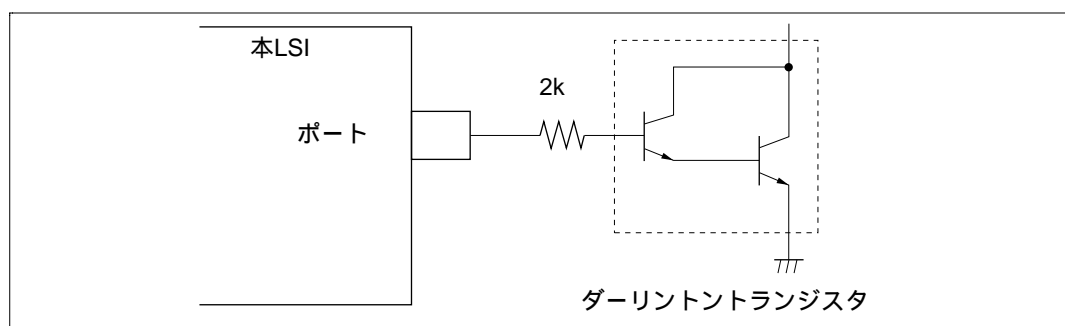
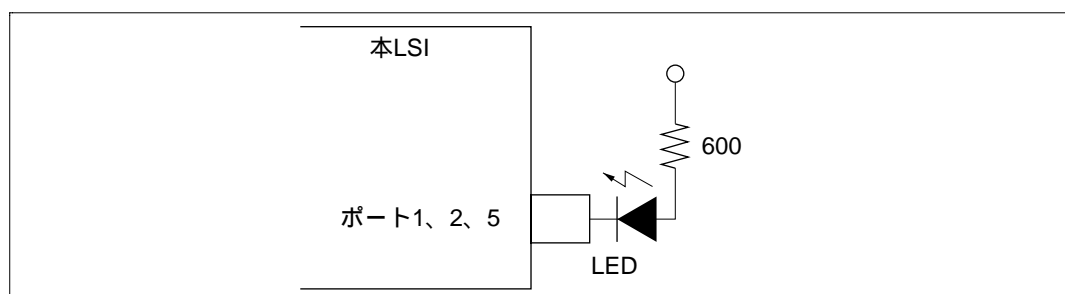

図 21.1 ダーリントトランジスタ駆動回路例
図 21.2 LED 回路例
2. ダーリントトランジスタや、LED を直接駆動する場合には、図 21.1、図 21.2 に示すように、出力に必ず電流制限抵抗を挿入してください。